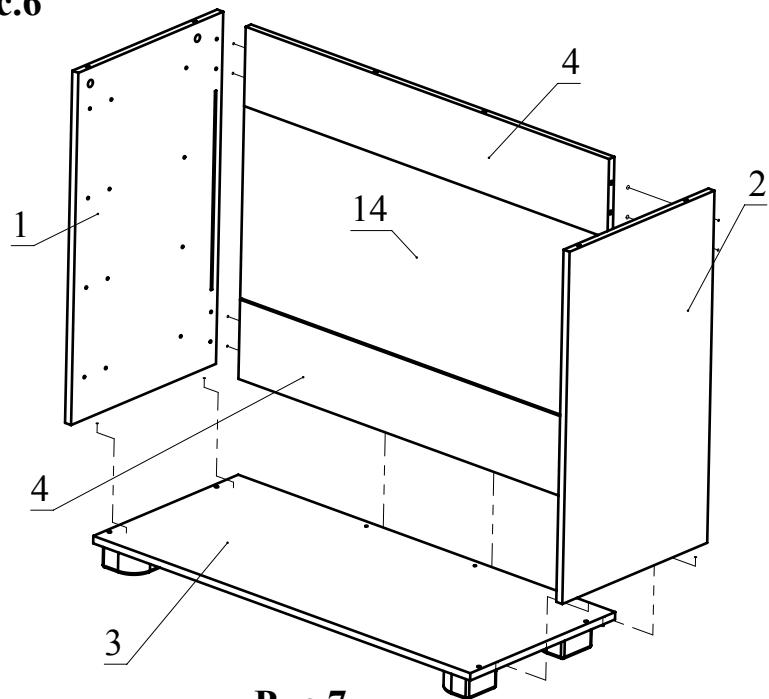

Рис.7
5. Соедините детали 4 с деталью 1 и затяните головки миниифкс. Вставьте деталь 14 (ДВП) в пазы. Соедините деталь 2 с деталями 4 и затяните головки минификс. Соедините деталь 3 с полученной конструкцией при помощи конфирматов и минификсов (Рис.7).